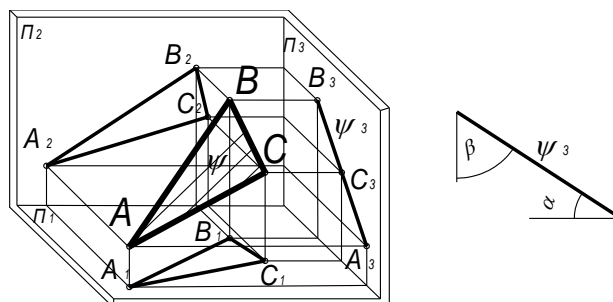

Рис. 11
6. *Профильно-проецирующая плоскость* – это плоскость, перпендикулярная к профильной плоскости проекции Π_3 (рис. 11). На эюре задается своей вырожденной профильной проекцией ψ_3 , которая определяет в натуральную величину углы α и β наклона плоскости ψ к Π_1 и Π_2 соответственно.